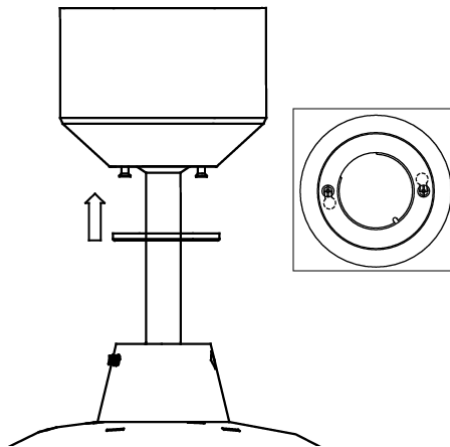

Fig. 6
4. Coprite la staffa di montaggio con il coperchio della calotta. Assicuratevi che tutti i cavi elettrici siano sistemanti all'interno della calotta e che non siano danneggiati da questa azione, ed assicuratela con le viti. **Fig. 6**
Infine assicurate il coperchio alla calotta girando le viti in senso orario. **Fig. 6**